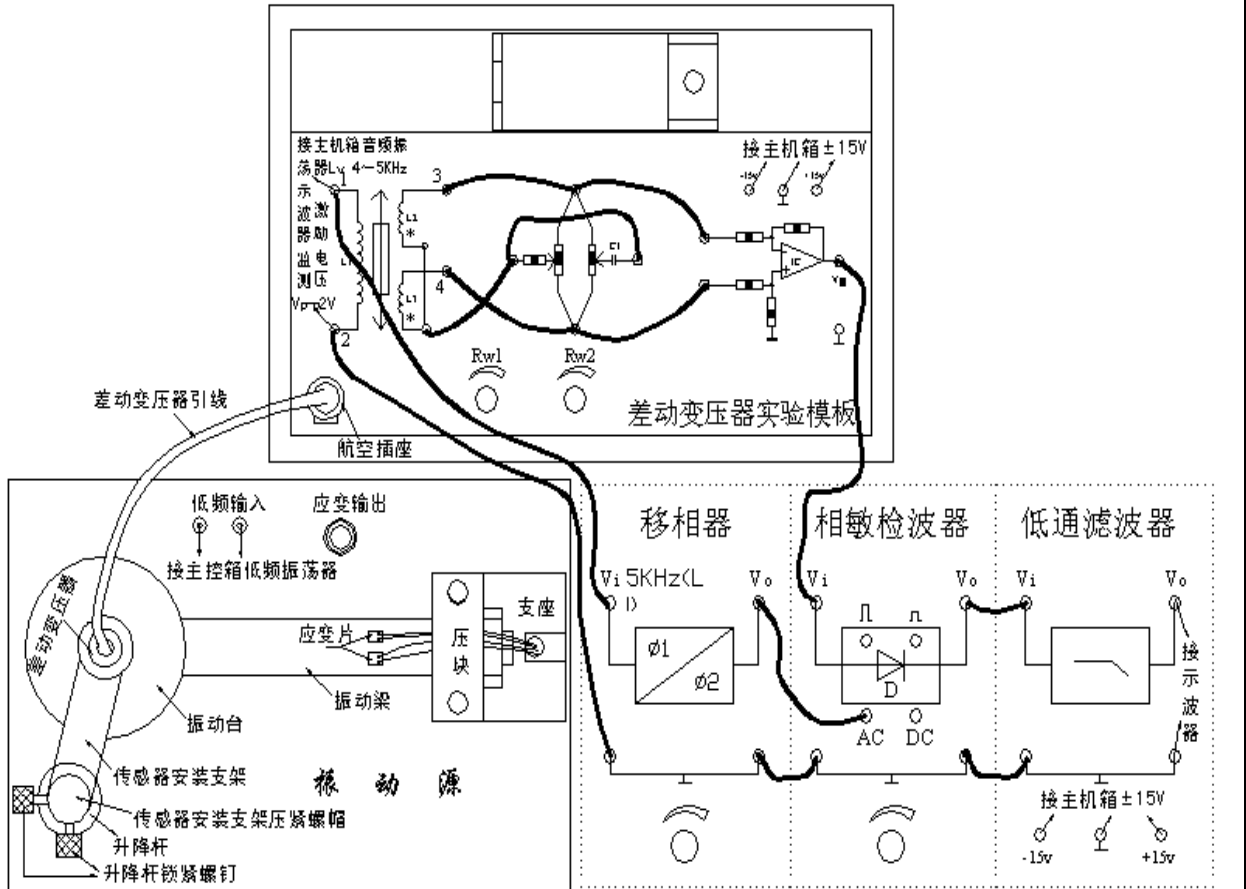

图 12 差动变压器振动测量安装、接线图
- 1、将差动变压器按图 12 卡在传感器安装支架的 U 型槽上并拧紧差动变压器的夹紧螺母，调整传感器安装支架使差动变压器的铁芯连杆与振动台中心点磁钢吸合并拧紧传感器安装支架压紧螺帽，再调节升降杆使差动变压器铁芯大约处于线圈的中心位置。
- 2、按图 12 接线，并调整好有关部分，调整如下：